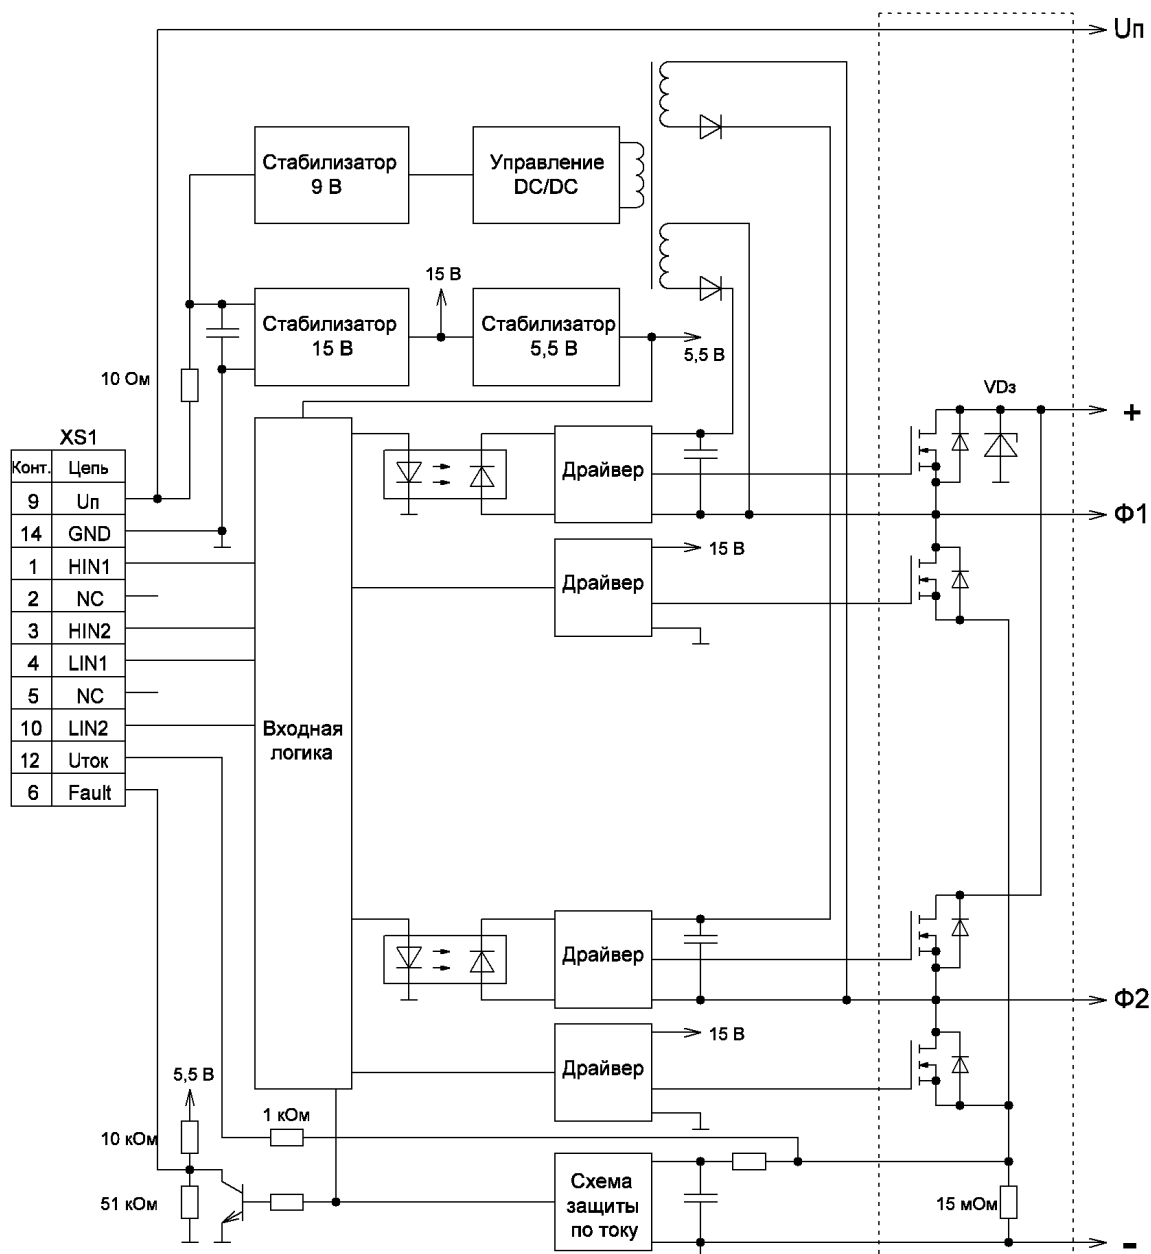
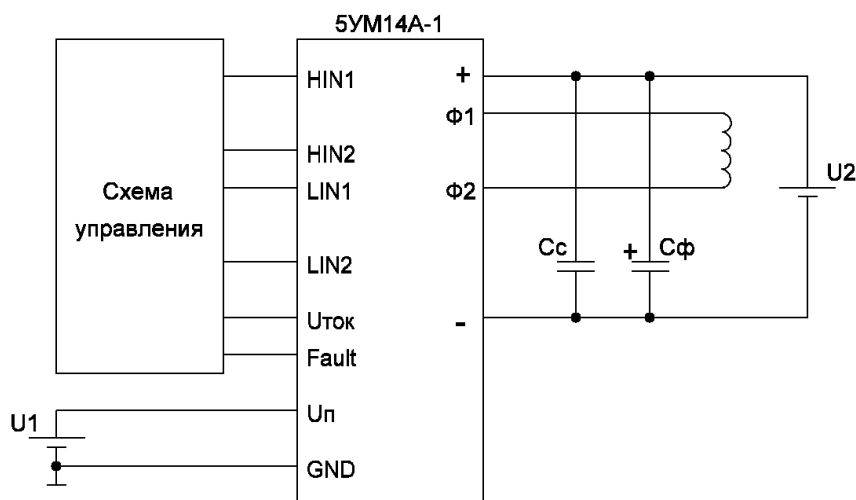

Рисунок 1.1 – Структурная схема модуля 5УМ14А-1
Рисунок 3.1 – Схема включения модуля 5УМ14А-1
3.9 Выводы «+» и «-». Выводы подключения силового питания инвертора модуля. Между данными выводами в модуле установлен ограничитель напряжения «VDз» (см. рисунок 1.1) с номинальным пробивным напряжением 150 В. Для корректной работы модуля необходима установка непосредственно на выводы «+» и «-» снабберного конденсатора «Сс» (см. рисунок 3.1) типа К73-17 номинальной ёмкостью 0,1...0,33 мкФ х 160 В. На расстоянии не более 0,2 м через провод сечением не менее 2 мм2 рекомендуется установить конденсатор фильтра «Сф» ёмкостью (200...1000) мкФ.